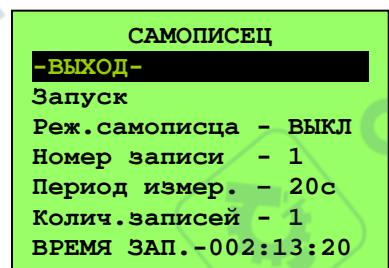

Рис. 6
2.3.5 Поле «Самописец» - вход в меню работы с функциями самописца. Рис.6. «Самописец» позволяет записывать во встроенную память МИТ 2.05M результаты измерений с целью последующего считывания их на компьютере. МИТ 2.05M имеет встроенную память на 800 значений. Память самописца может быть разбита на 1 (800 значений), 2 (2x400 значений), 4 (4x200 значений) или 8 (8x100 значений) блоков. В каждый из блоков памяти данные записываются и считаются независимо от других блоков. Период опроса каналов в режиме самописца может быть выбран из ряда: 0,3 с (для одного включенного канала) или 0,6 с (для двух включенных каналов); 2,5 с (для одного включенного канала); 10 с; 20 с; 30 с; 1 мин; 2 мин; 5 мин; 10 мин; 20 мин; 30 мин. В режиме самописца с периодом опроса каналов от 10 с до 30 мин МИТ 2.05M находится в режиме малого энергопотребления (на дисплее прибора ничего не отображается). При нажатии на любую из кнопок прибора на дисплее появляются следующие данные: свободная память в текущем блоке, уровень заряда батарей, последнее измеренное, максимальное, минимальное и среднее значения с момента запуска самописца (по всем включенным каналам). Рис.7.